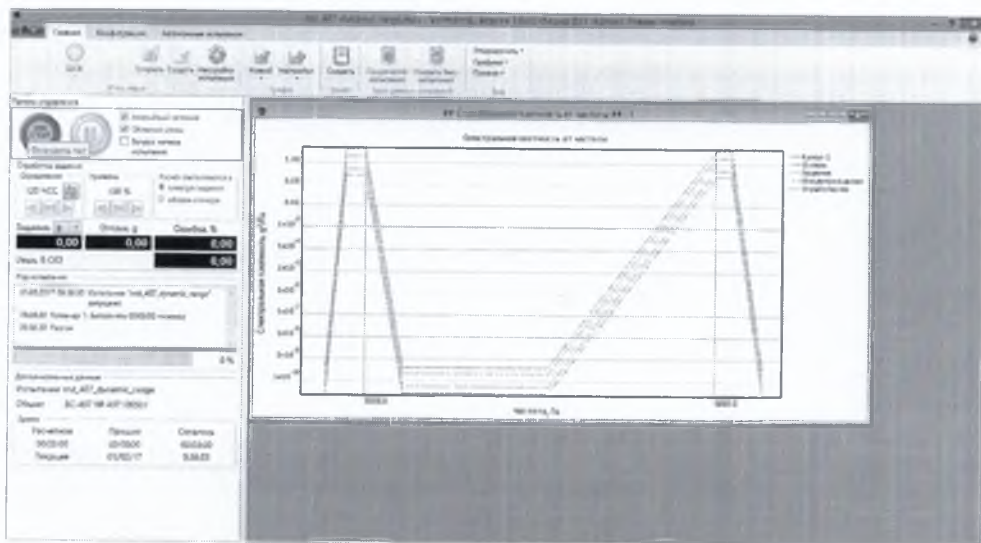

Рисунок 7.2.9
7.2.2.6 В открывшемся окне тестового испытания gnd407_dynamic_range (рисунок 7.2.9), имитирующего процесс задания испытательного воздействия в виде широкополосной случайной вибрации с автоматическим поддержанием плотности мощности виброускорения, значения которой варьируются в зависимости от частоты в диапазоне от 10^{-10} до $1 \text{ g}^2/\text{Гц}$ (в динамическом диапазоне 100 дБ), нажать кнопку «Старт».